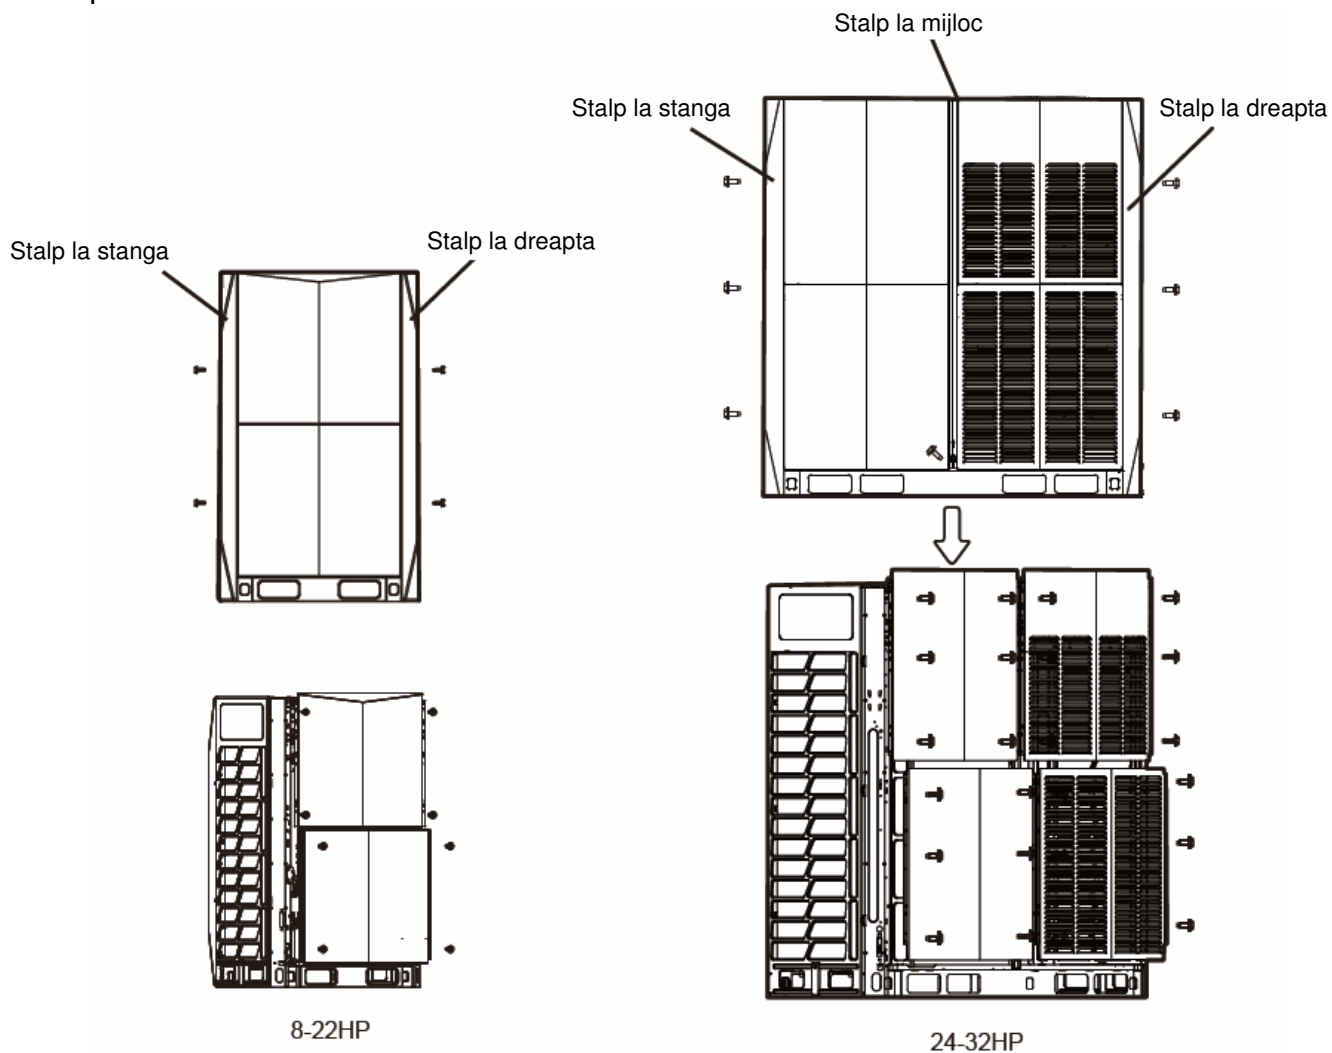

Fig. 4-31
1. 8CP-22CP: Demontati stalpii din stanga si din dreapta: Scoateti cele 4 suruburi din stalpii din stanga si din dreapta. (Fig.4-31). Rotiti ambii si apoi ridicati-i cu 2 mm (Fig. 4-32 pentru a-i indeparta; 24CP-32CP: Demontati stalpii stanga, dreapta si mijloc: Scoateti cele 6 suruburi din stalpii din stanga si din dreapta (Fig. 4-31) (Fig. 4-32) pentru a le indeparta; 24CP-32CP: Demontati stalpii din stanga, din dreapta si din mijloc: Scoateti cele 6 suruburi din stalpii din stanga si din dreapta (Fig. 4-31).
2. Demontati panoul superior: indepartati 4 suruburi (8CP-22CP) sau 6 suruburi (24CP-32CP) de pe panoul superior din stanga si din dreapta (Fig. 4-31). Demontati panoul superior: indepartati 4 suruburi (8CP-22CP) sau 6 suruburi (24CP-32CP) de pe panoul superior din stanga si din dreapta (Fig. 4-31 si Fig.4-32). Apoi ridicati panoul de 3 mm pentru a-l scoate.
3. Demontati panoul inferior: indepartati 4 suruburi (8CP-22CP) sau 6 suruburi (24CP-32CP) de pe panoul inferior din stanga si din dreapta (Fig. 4-31 si Fig.4-32) si apoi ridicati panoul 3 mm pentru a-l scoate.